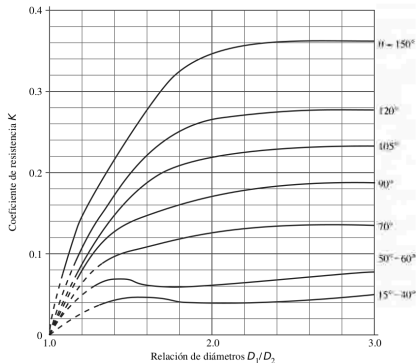

Fig 10.11: Coeficiente de resistencia K vs. $\frac{D_1}{D_2}$, contracción gradual con $\theta \geq 15^\circ$
- Fig. 10.11: $K \approx 0,04$.